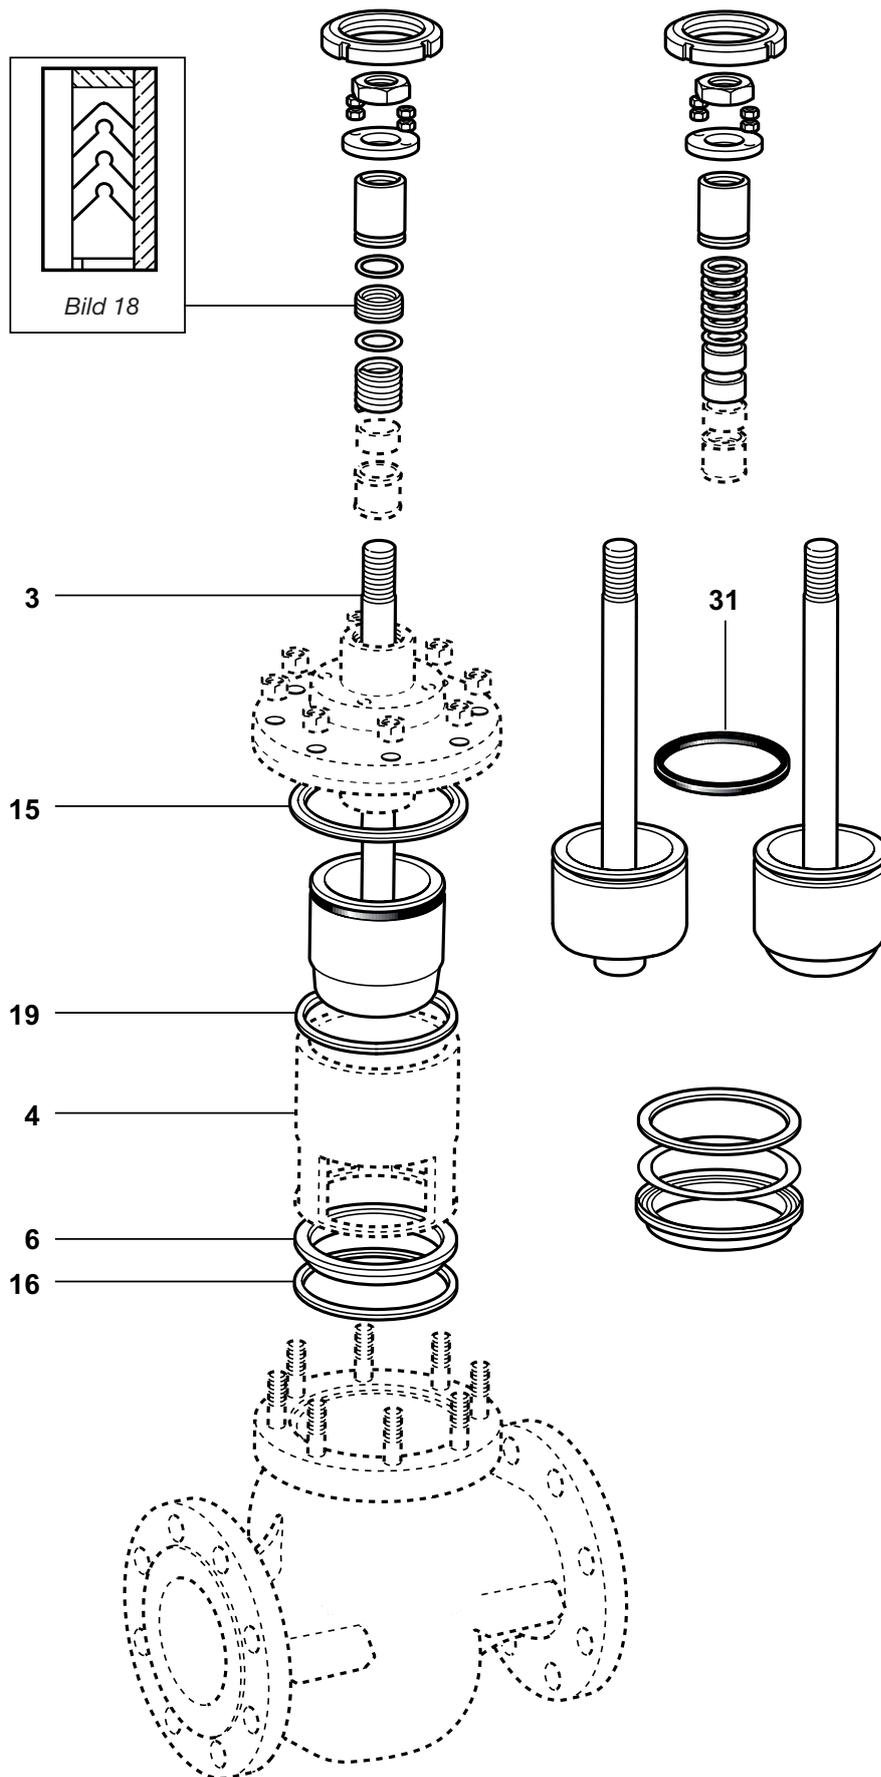

Bild 17: Ventil mit entlastetem Ventilkegel
- Die Ventil Oberteil-Dichtung (15 – Bild 17) entfernen und wegwerfen.
- Nun den Käfig (4 – Bild 17) und dann den Ventilsitz (6) herausheben.
- Die untere Dichtung des Käfigs (16 – Bild 17) entfernen und wegwerfen.
- Eine neue Sitzdichtung (16 – Bild 17) einsetzen.
- Dann den zugehörigen Ventilsitz (6) einsetzen.
- Nun den Käfig (4 – Bild 17) vorsichtig einsetzen. Hierbei darauf achten, dass die Durchflusssparungen im Käfig (4), in Ventilsitznähe (6) kommen (also die Aussparungen sich „unten“ befinden).
- Den Ventilkegel / Ventilkegelstange (3) rechtwinklig auf den Ventilsitz (6) aufsetzen.
- Eine neue obere Dichtung (15 – Bild 17) einlegen.
- Die obere Dichtung des Käfigs (19 – Bild 17) entfernen und wegwerfen.
- Die Dichtung des Entlastungskegels (31 – Bild 17) entfernen und wegwerfen.
- Die Sitzdichtung (16 – Bild 17) entfernen und wegwerfen.
- Nun den Käfig (4 – Bild 17) vorsichtig einsetzen. Hierbei darauf achten, daß die Durchflusssparungen im Käfig (4), in Ventilsitznähe (6) kommen (also die Aussparungen sich „unten“ befinden).
- Eine neue Dichtung des Entlastungskegels (31 – Bild 17) einsetzen. Hierbei darauf achten, dass nach Montage die Spalte im Dichtring geringer als 1 mm ist.
- Eine neue obere Dichtung (19 – Bild 17) einlegen.